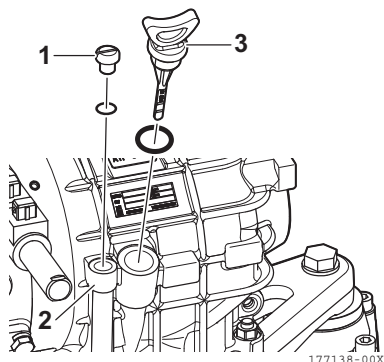
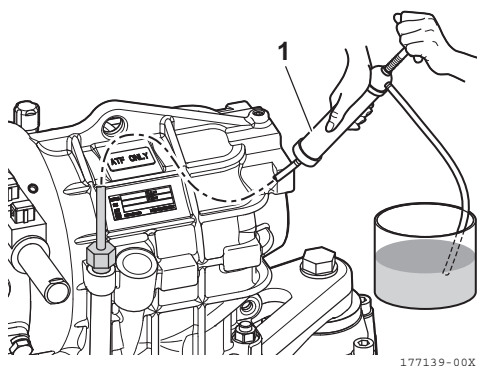

Figura 9
Figura 10
1. A mudança de óleo deve ser feita retirando a tampa (1, **Figura 9**) do tubo de sucção do óleo (2, **Figura 9**). A sucção pode ser feita com uma bomba manual (1, **Figura 10**).
2. Empurre a mangueira da bomba manual (1, **Figura 10**) através do tubo de sucção (2, **Figura 9**) e puxe o fluido para fora.
3. Desaperte a vareta do óleo (3, **Figura 9**).
5. Enrosque a vareta do óleo (3, **Figura 9**).